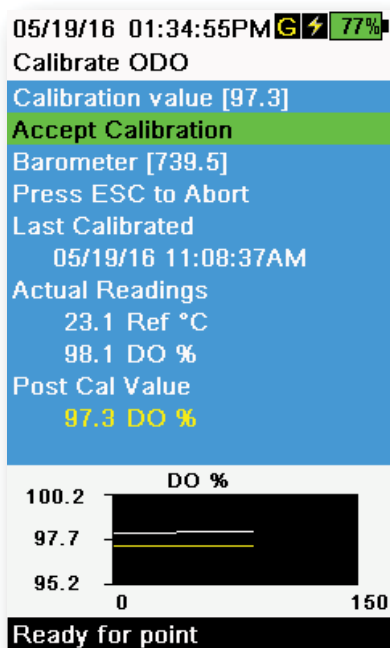

Figura 51 Calibração ODO %
6. Observe a estabilidade das leituras de medição atuais (a linha branca do gráfico não apresenta alterações significativas durante 40 segundos) e selecione **Aceitar Calibração** (Figura 51). “Calibração concluída!” aparece na área de mensagens.